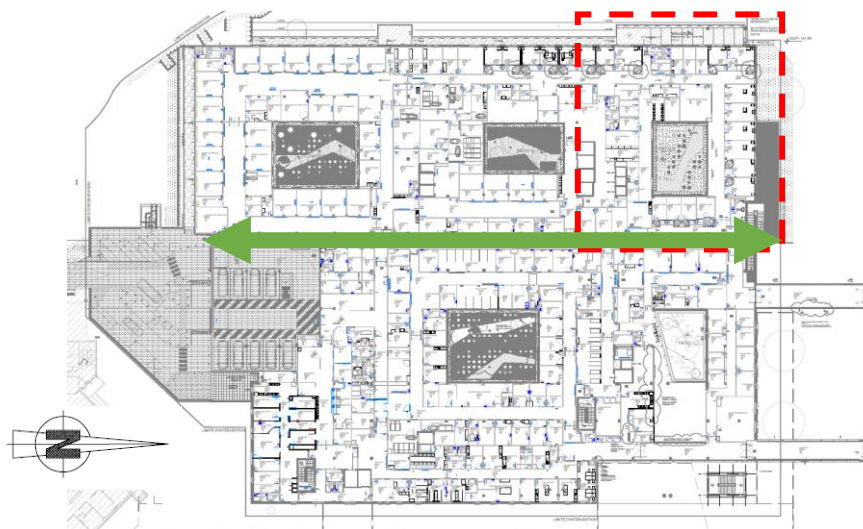

Figure 1 - Localisation du projet IUS
- **Phase 0 :** elle sera consacrée aux travaux nécessaires à la redistribution des locaux entre le pôle AR et I3LM de manière à concentrer les besoins en locaux de I3LM dans la zone de l'opération encadrée en rouge sur la figure 1. **Cette phase est hors périmètre des missions du titulaire. Elle sera réalisée en avance de phase.**